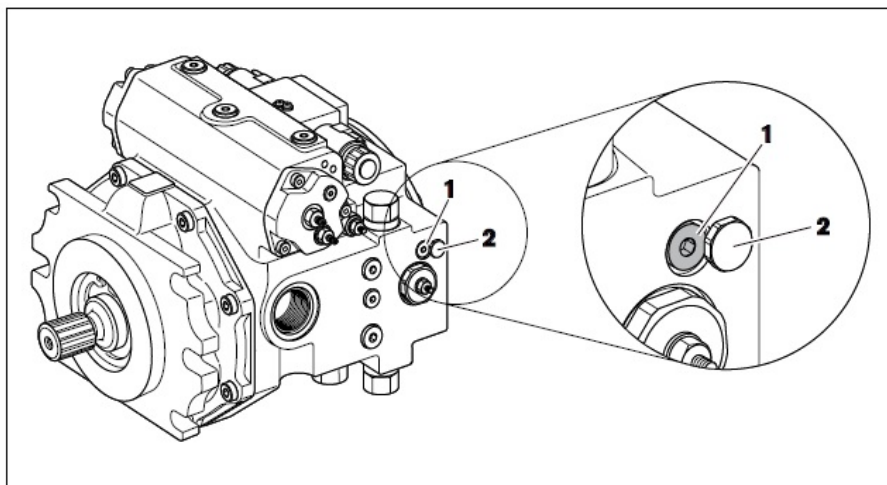

Рисунок 3.136. Активация функции байпаса
2. Используйте шестигранный ключ (S=8), чтобы повернуть клапан (1) против часовой стрелки до упора (2) (см. рис. 3.136).